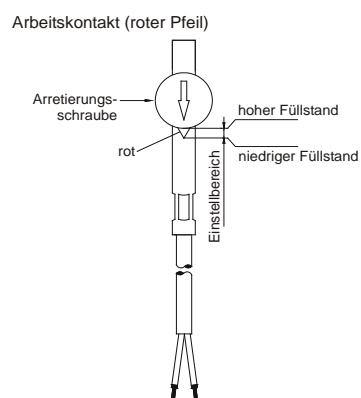
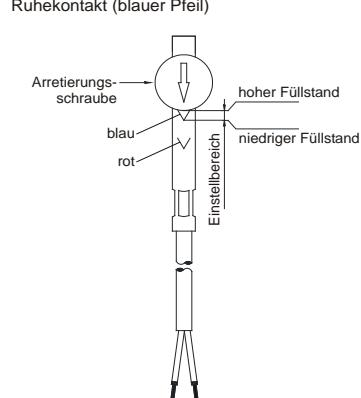

Abb. 17
Abb. 18
- ⇒ Verschieben Sie anschließend die Schalteinheit so weit, dass bei gewünschtem Arbeitskontakt, der rote (→ Abb. 17) bzw. bei Ruhekontakt der blaue Pfeil (→ Abb. 18) am Eingang der Führung der Schalteinheit sichtbar ist.